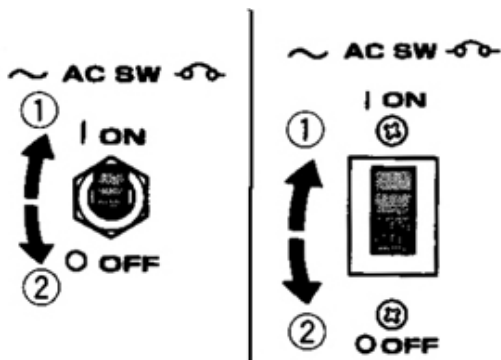

Рис.19
- (с) Після виконання належного з'єднання захисний пристрій ланцюга постійної напруги потрібно встановити в положення ON («УВІМК.»)(Рис.19)